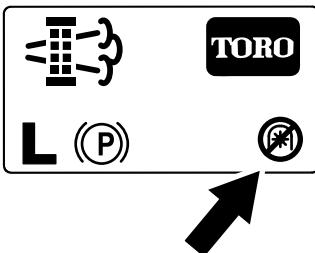

Рисунок 58
**Примечание:** На главном экране отобразится значок «BOM выключен» (Рисунок 58).
**Примечание:** На главном экране отобразится значок «BOM выключен»; см. Рисунок 58 в разделе Сообщения о стационарной регенерации \(страница 55\).